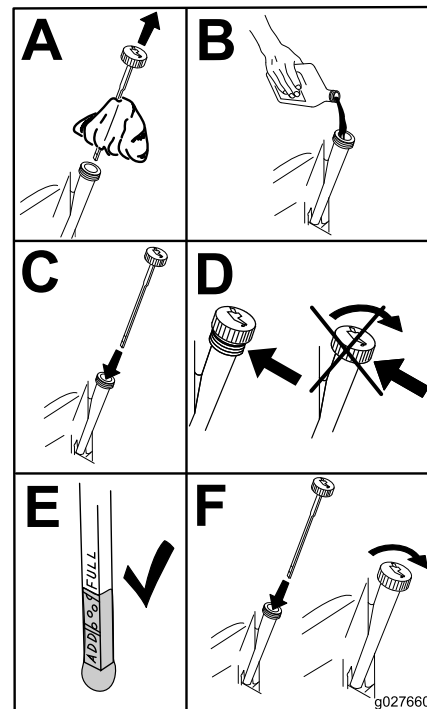

Figure 48
5. Versez lentement environ 80 % de l'huile spécifiée dans le tube de remplissage, puis faites l'appoint lentement pour faire monter le niveau jusqu'au repère maximum (**Full**) (Figure 48).